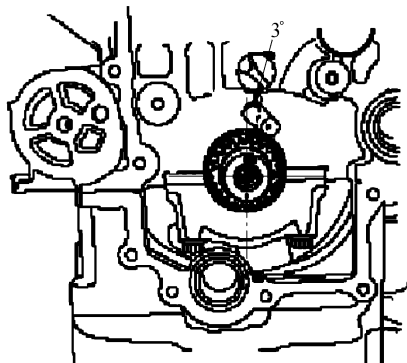

图 8-47 曲轴定位销设置
- 1) 曲轴的定位销设置在约距垂直中心线 3° , 如图 8-47 所示。